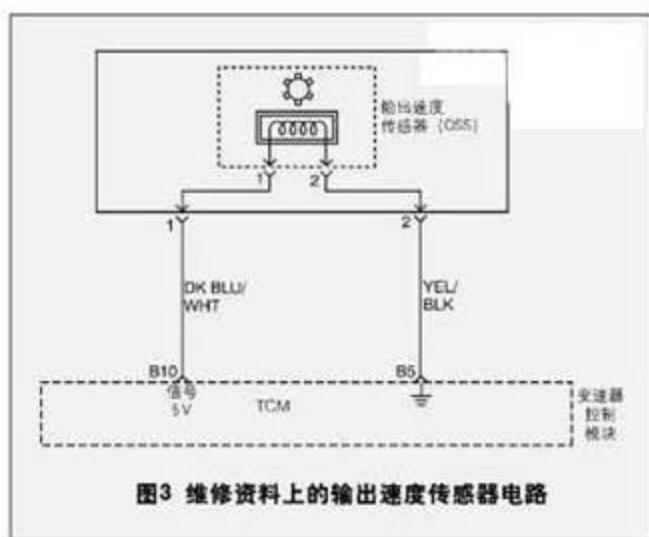

图3 维修资料上的输出速度传感器电路
- 3). 维修资料上的输出速度传感器电路如图 3 所示，图中的输出速度传感器为电磁式传感器，但实际上它是一个霍尔式传感器，用于检测输出齿轮的转速。传感器和信号齿轮之间的间隙为 0.1~1.3mm。信号齿轮旋转时，输出轴转速传感器产生 20~8000Hz 的方波信号给 TCM。TCM 利用输出速度传感器信号控制换挡时间、主油压、变矩器锁止离合器的锁止与释放等。用万用表测量输出轴转速传感器两端的电阻应是 ∞ ，实际的输出轴转速传感器电路如图 4 所示。